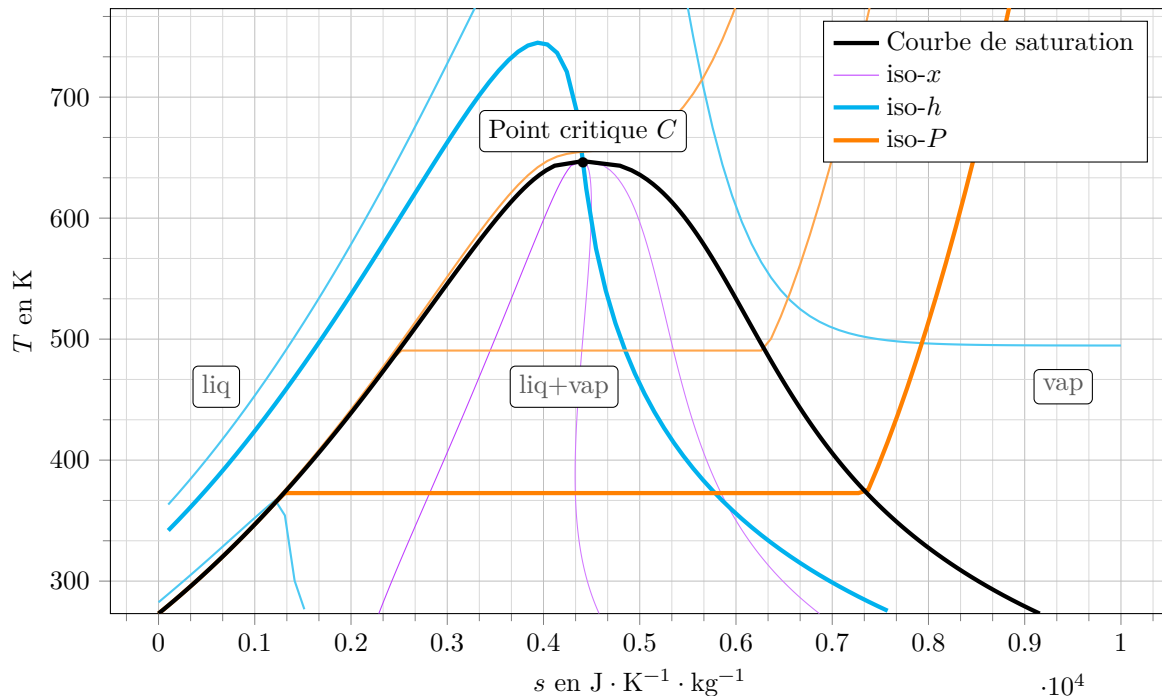

Figure 4 – Diagramme entropique de l'eau.
- ▷ *Domaine liquide* : la pression n'ayant quasiment pas d'influence sur une phase liquide, les isobares sont très resserrées au voisinage de la courbe d'ébullition (et sont donc à peine discernables sur la figure 4).